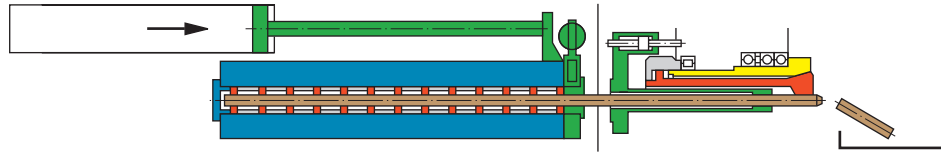

Bild 6
Wenn die Maschine das Signal "Stangenende" meldet (die Vorschubzange hat das Werkstoffende verlassen), startet das Stangenanfangsprogramm. Es umfasst u. a. folgende Schritte (siehe Bild 6):
11. Führungskanal in Arbeitsstellung vorfahren. Dabei wird die neue Werkstoffstange durch die Vorschubzange gedrückt und gelangt bis zum Abstechmeißel; das Reststück der aufgebrauchten Stange wird in die Auffangschale ausgestoßen (siehe Bild 6).